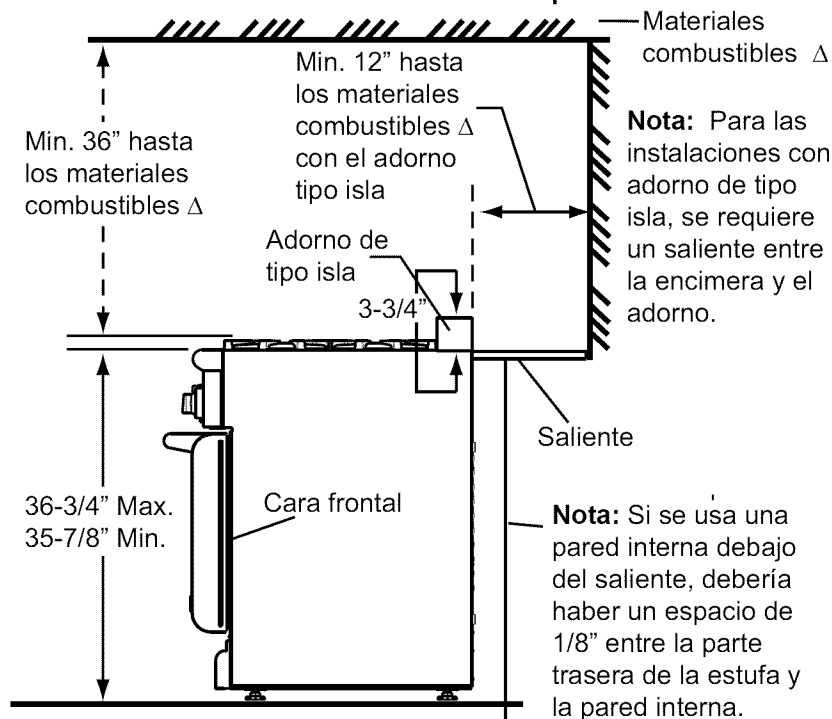

Figura 2: Vista lateral
2. Se pueden empotrar estas estufas en los armarios más allá del borde de la cara delantera de la hornilla (vea la Figura 2). Las estufas de 30" et 48" no están diseñadas para estar perfectamente alineadas con los armarios.
- Cuando hay menos de 12" de espacio libre horizontal entre la materia combustible Δ y el borde trasero de la estufa, se debe instalar una consola trasera baja o un estante para ollas de Thermador (vea la Figura 2). Cuando el espacio libre horizontal entre la estufa y la materia combustible Δ es de más de 12", se puede usar un adorno de tipo isla de Thermador. La Figura 2 indica el espacio necesario para cada tipo de consola trasera.
- La estufa tiene un peso de expedición parecido al peso indicado en la tabla A. Se deben quitar las rejillas, la placa de la plancha, las tapas de los quemadores, la placa de protección en la base del aparato y las rejillas de la hornilla para facilitar el manejo. Se recomienda también quitar la(s) puerta(s) (consulte el "Paso 8: Quitar y reinstalar la puerta" en la página 19). Esto reducirá el peso, como se muestra en la Tabla A. Vea la Figura 2 en la página 7. **No quite el elemento de la plancha y los colectores de grasa.**